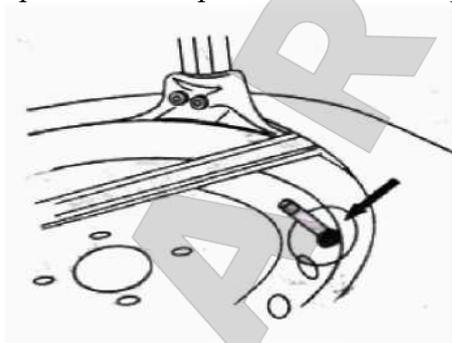
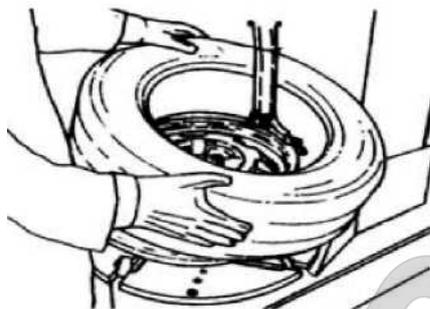

Рис. 10-3
Рис. 10-5
Чтобы избежать повреждения камеры шины, необходимо расположить клапан шины с правой стороны головки инструмента, расстояние должно составлять 10 см (рис. 10-3). Цепочки, браслеты, свободная одежда или подвижные посторонние предметы могут стать причиной получения травмы оператором.
- Распределите смазку или мыльную жидкость по кромке шины. Наклоните шину по отношению к диску и удерживайте переднюю часть по направлению вверх. Нажмите на педаль отклонения колонны (рис. 9-1, поз. 8) для возврата ее в исходное положение. Переместите монтажную головку до полного контакта с диском (рис. 10-3). Расположите левую часть кромки шины над задней частью головки, а правую часть - под монтажным пальцем (рис. 10-5).